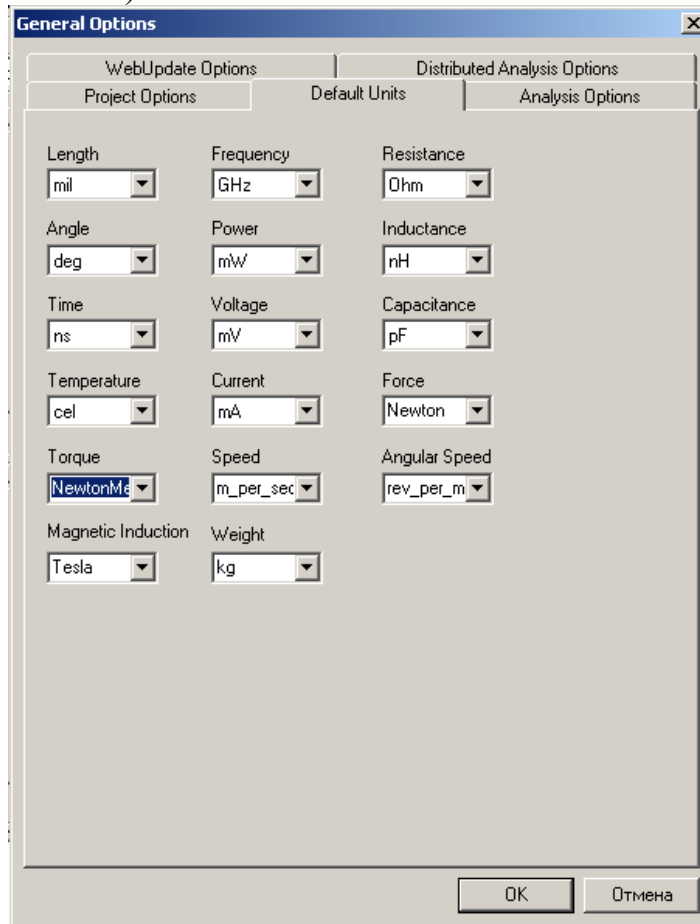

Рис. 2.2. Установка единиц измерения параметров в проекте
5. Откройте диалог **Option -> General Project**, чтобы установить единицы для проекта. Для этого примера используйте параметры настройки, которые показаны на рис. 2.2. Кроме этого нужно установить единицы в разделе **3D Modeler -> Unit...**, которые относятся к данной конструкции (в проекте может быть несколько конструкций, каждая из которых может иметь единицы измерения в разных системах).